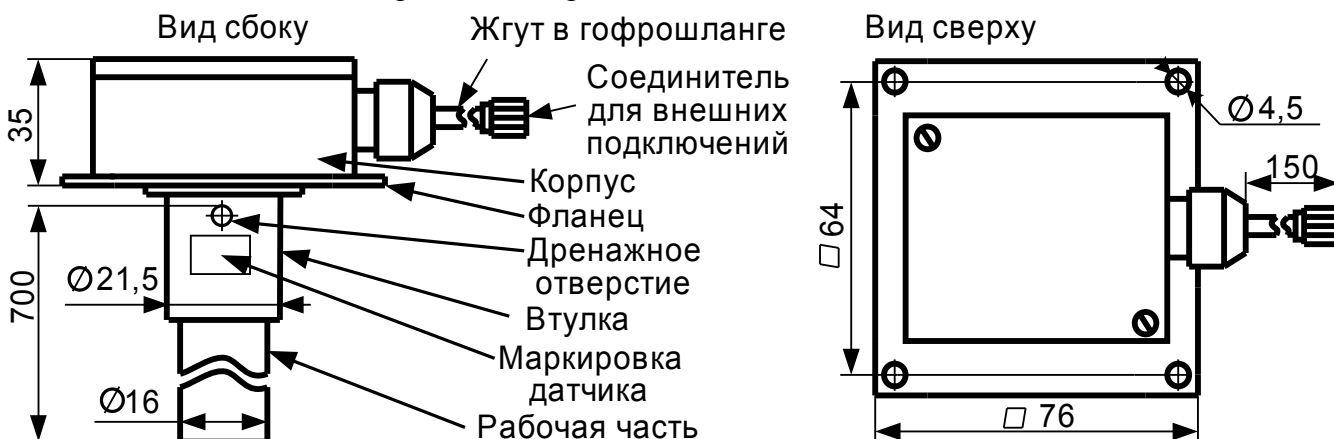
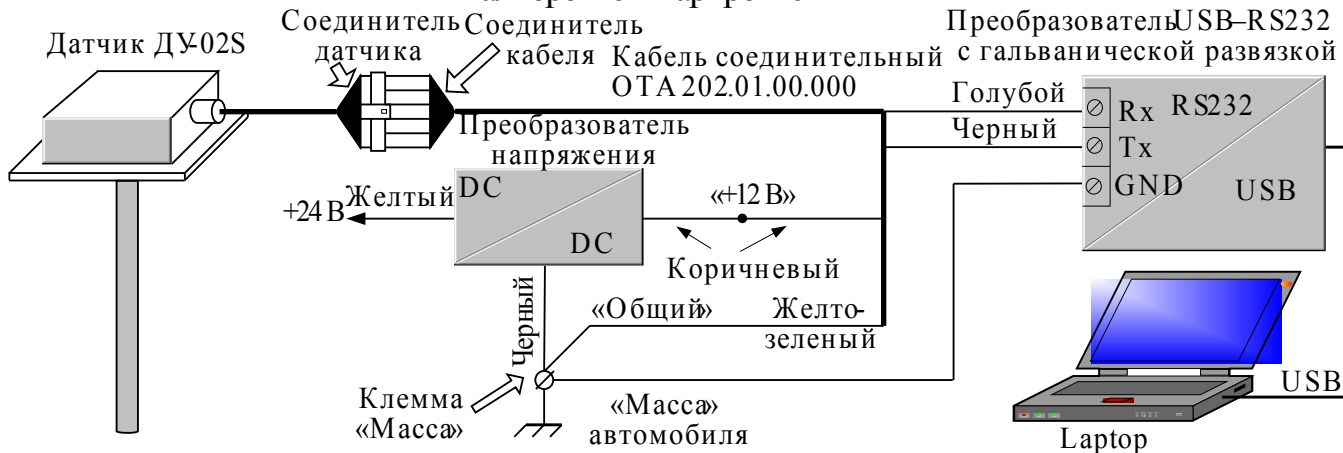

Рис.1 Габаритные и крепежные размеры датчика ДУ-02S
Рис. 2. Схемы подключения датчика ДУ-02S в режимах калибровки и тарировки
Внешний вид датчика приведена на рис. 1.
Длина рабочей части датчика (см. рис. 1) равна расстоянию от нижнего края наружной трубы датчика до верхнего края дренажного отверстия.
1) наружная труба рабочей части, втулка, фланец и корпус датчика (см. рис.1) электрически соединены в датчике с цепью «Общий» питания (см. рис.2)!
4.4.1 Схемы подключения датчика при калибровке, тарифовке и штатной работе (при эксплуатации) приведены - на рис. 2.
– клемма «минус» аккумуляторной батареи (при отсутствии на автомобиле общего выключателя массы) имеет надежный электрический контакт с клеммой «Масса» (см. рис. 2);
– клемма «Масса» (см. рис. 2), к которой будут подключаться цепи датчика, преобразователя напряжения и терминала, гарантированно соединена с минусовой цепью аккумуляторной батареи автомобиля или может быть подключена к ней только через общий выключатель массы, полностью отключающий аккумуляторную батарею от всех электропотребителей.
Соединение цепей «Общий» датчика, преобразователя напряжения, терминала (при штатной работе), цепи «Shield» или «GND» (при тарировке и калибровке) выполнить строго в одной точке — к винтовой клемме «Масса» (см. рис.2, 3).
4.4.2.3 Подключить датчик в соответствии со схемой подключения, приведенной на рис. 2, 3 с использованием штатного кабеля из комплекта поставки. **Питание +24В на стабилизатор напряжения ПСН24/12 не подавать!**